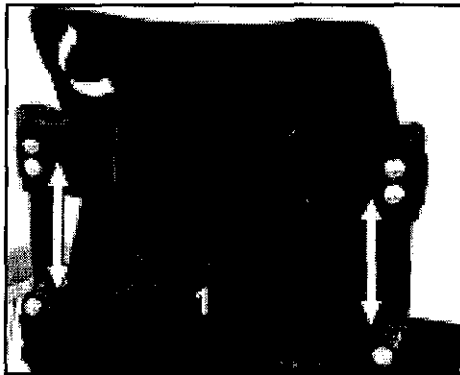

Fig. 10
3) Respaldo Bambino (Fig. 10,11 y 12)
Altura del respaldo (Fig. 10)